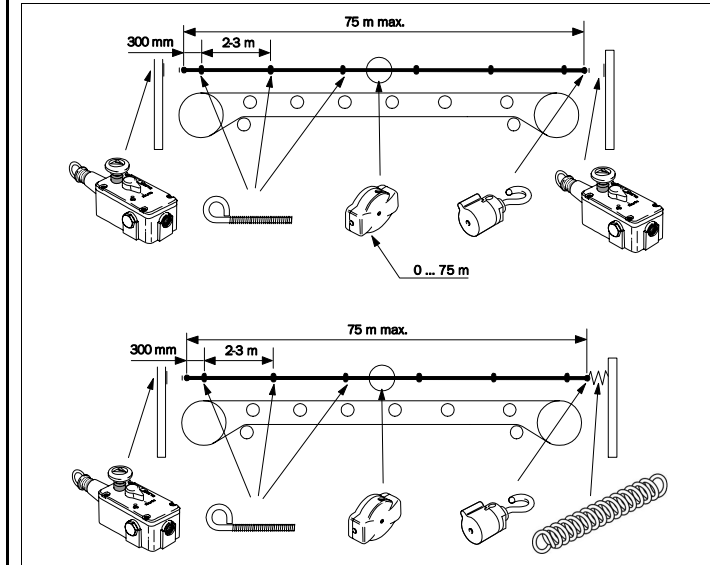

Abb. 2: Typische Montage
Die Anwendung eines Seilzugschalters in Kombination mit einer Spannfeder oder von zwei Seilzugschaltern ist bis zu einer maximalen Seilzuglänge von 75 m zulässig (Abb. 2). Die richtige Auswahl ist abhängig von der Risikobewertung. Die Risikobewertung muss die Wahrscheinlichkeit berücksichtigen, dass sich das gespannte Seil über die gesamte Spannweite ungeplant einklemmt!
- Betätigungsseil anbringen (siehe Abb. 2).